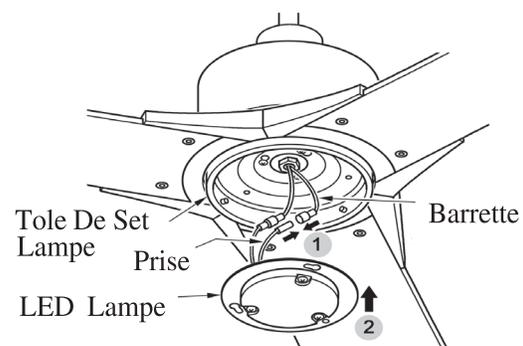

FIG.20
4. Brancher ensemble les fils du kit d'éclairage du ventilateur et ceux de la lumière à DEL.(Voir fig.20)